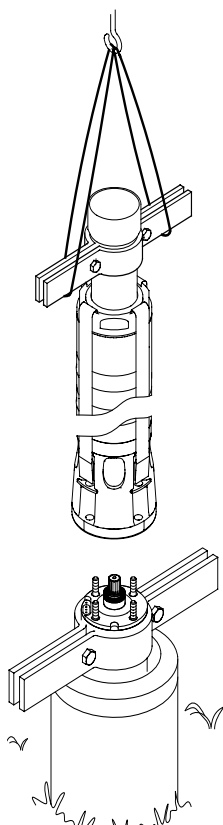

Fig. 19 Ridicarea pompei în poziție
3. Ridicați pompa cu ajutorul dispozitivelor prinse pe prelungirea conductei, vezi fig. 19.